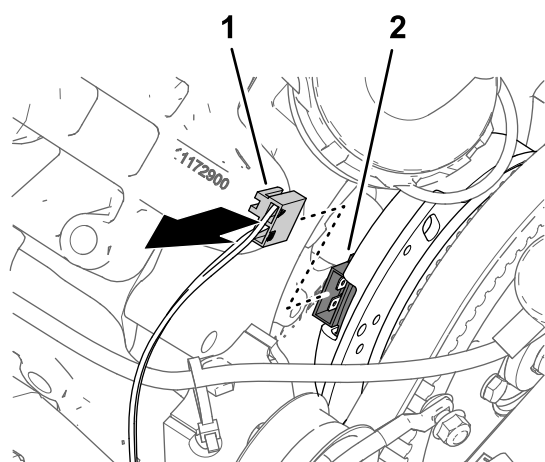

Figura 165
1. Desconecte el conector hembra de 2 vías del arnés de cables de la máquina marcado SPRAY PUMP COIL del conector de 2 pines del alternador (Figura 165).